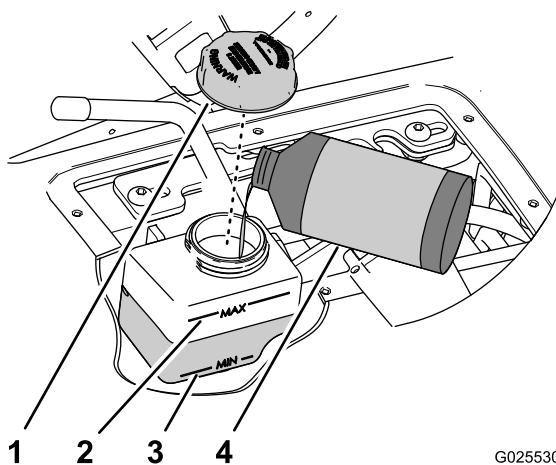

Figura 71
- 4. Controllate il livello del fluido nel serbatoio del cilindro di controllo della velocità (Figura 71).
- A. Pulite la superficie attorno al tappo del serbatoio (Figura 71).
- B. Togliete il tappo del serbatoio (Figura 71).
- C. Aggiungete il fluido specifico per aumentare il livello a metà tra i segni di Min e Max sul lato del serbatoio (Figura 71).
- D. Montate il tappo serrandolo manualmente (Figura 71).